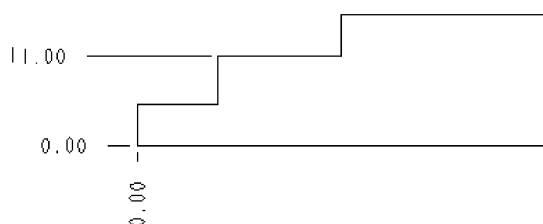

图 3-94 完成坐标尺寸的标注
(7) 此时出现组合框，在组合框外单击鼠标中键或按〈Enter〉键确认，完成坐标尺寸的标注，如图3-94所示。
(8) 重复步骤 (4) ~ 步骤 (7)，标注其他点的坐标。